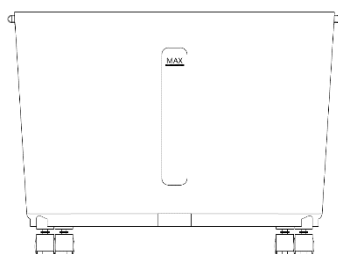

Fig. 5
- Quando si riempie il serbatoio dell'acqua, prestare attenzione all'indicatore di livello dell'acqua sulla parte anteriore del serbatoio (vedere la Fig. 5).